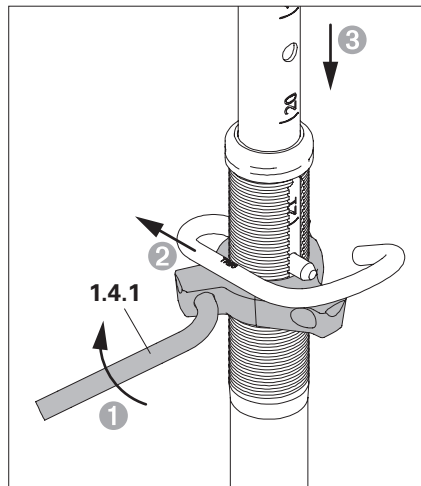

Fig. A2.01a
- maniglia (1.4.1) (Fig. A2.01a)